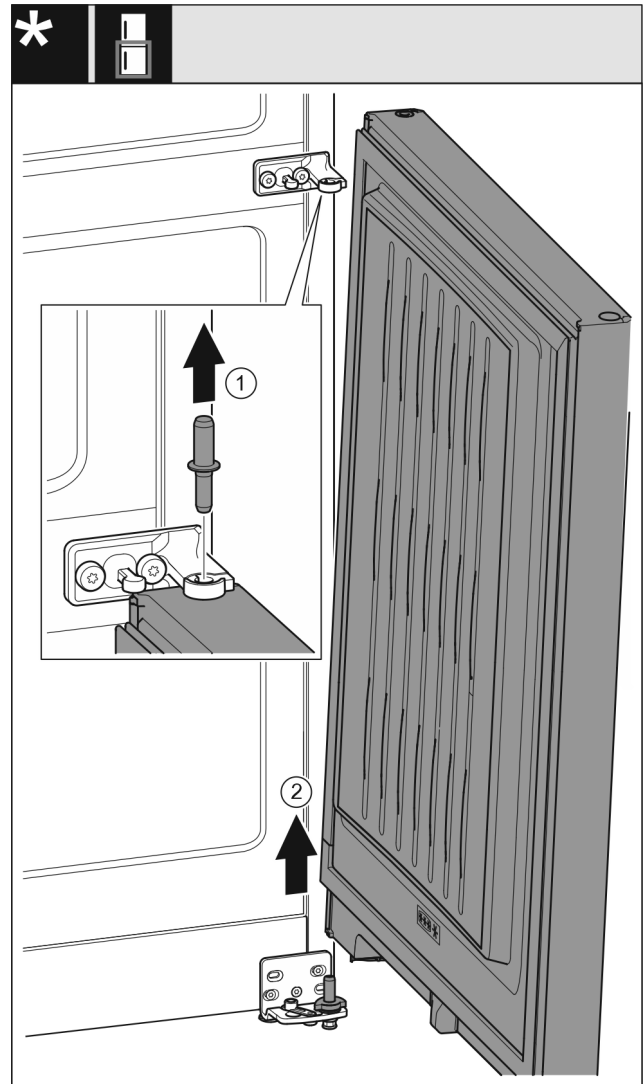

Fig. 9 Uden lukkedæmper
- Træk bolten Fig. 9 (1) op og ud.
- Sving døren Fig. 9 (2) ud, træk den op, og læg den til side.